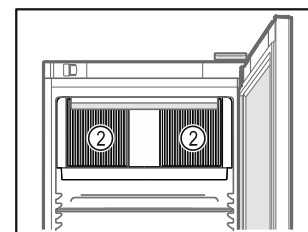

Fig. 74
- Větrací otvory Fig. 74 (2) oběhového vzduchového čerpadla ve vnitřním prostoru udržujte volné.